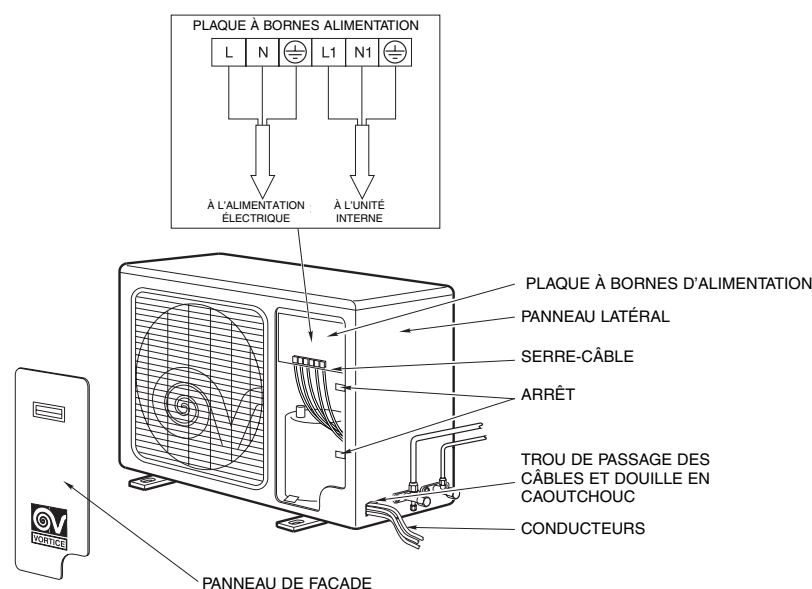

Fig. 25
1. Démonter la partie latérale du panneau frontal. (voir fig.25)
3. Tracer le câblage vers l'unité externe à travers la douille en caoutchouc (19).
7. Fixer les conducteurs au panneau latéral droit au moyen des butées spéciales afin d'en éviter le contact avec le compresseur. (fig. 25)